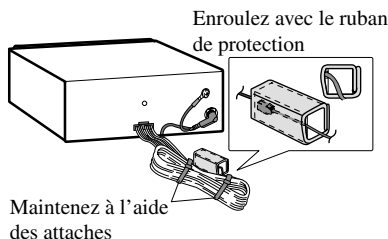

Fig. 9
• Pour installer la boîte de raccordement de câble à fibres optiques au moyen des attaches. (Fig. 9)